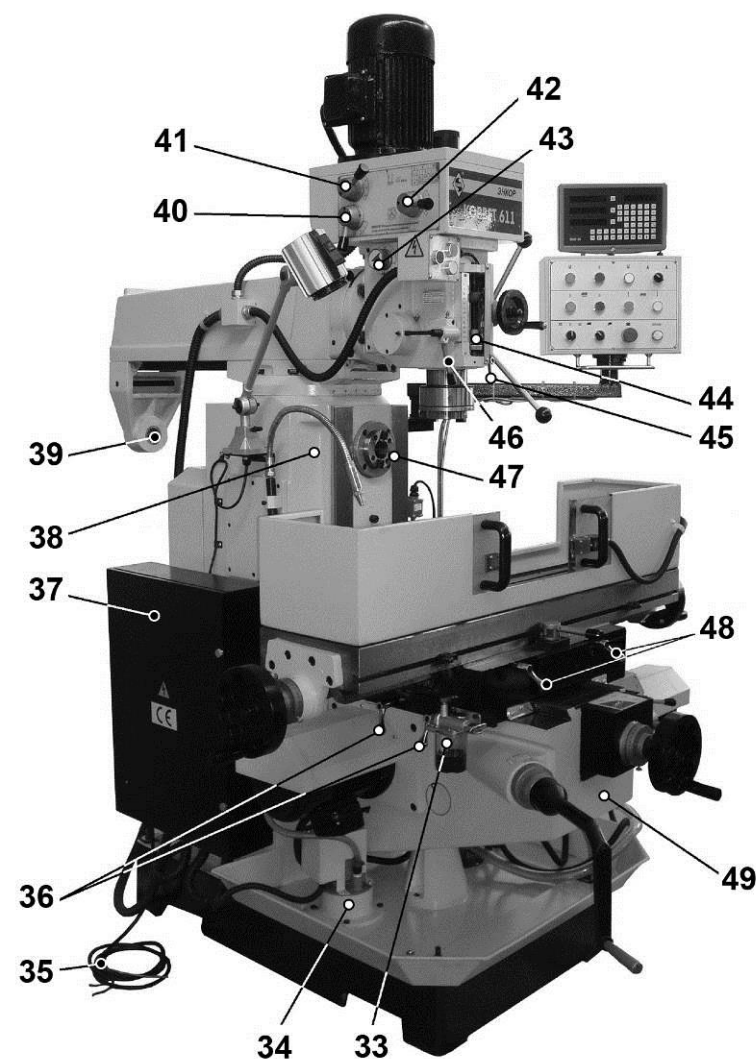

Рис. 4
10.9.6. Закрепление (фиксация) перемещения рабочего стола (8) в **продольном** направлении производится двумя болтами фиксации (48) с ручками (Рис. 4, 30).
10.9.7. Позиционирование и подача заготовки, закреплённой на рабочем столе (8), в **поперечном** направлении выполняется вращением маховика (4) (Рис. 40) поперечного перемещения рабочего стола (8). Закрепление (фиксация) перемещения рабочего стола (8) в поперечном направлении производится двумя болтами фиксации с ручками (36) (Рис. 4).
9.1.1. Ослабьте зажимные винты (48) (Рис. 4) на малом конце консоли (49).
9.1.3. Закрепите зажимные винты (48) на малом конце консоли (49) (Рис. 4).
9.2.1. Ослабьте зажимные винты (36) (Рис. 4) на большом конце консоли (49).
9.3. Регулировка зазора направляющих консоли (49) (Рис. 4, 13а, 13б)